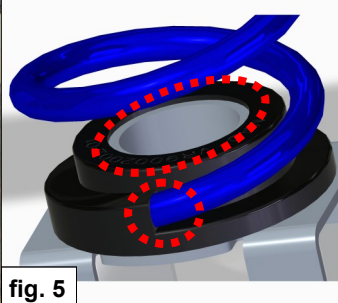

fig. 5
5. Placer les deux caoutchoucs **R** sur le ressort **C**. Notez que les chignons centre de bien dans les creux des caoutchoucs **R**. (Voir Figure 5).